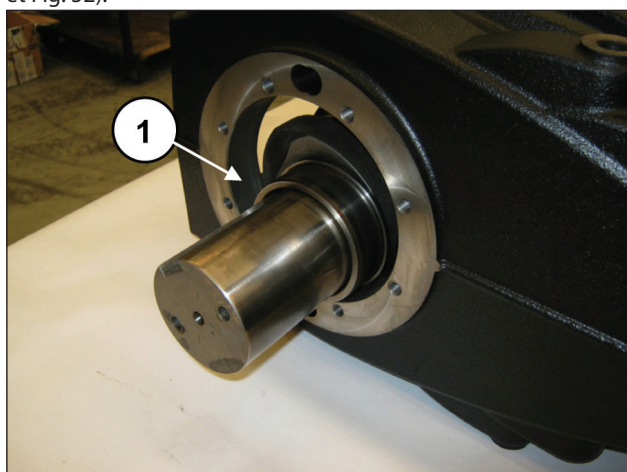
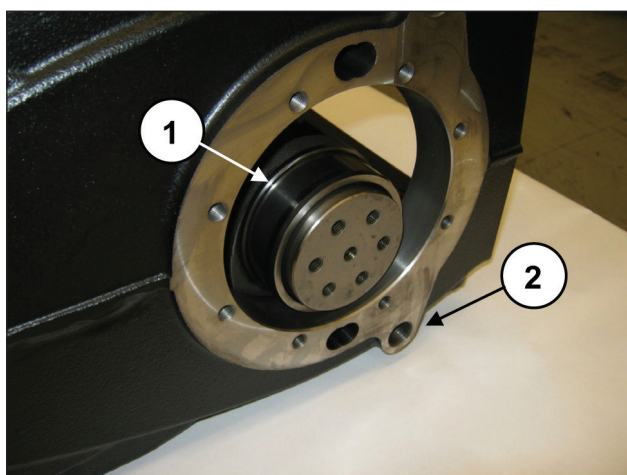

Fig. 51
Fig. 52
Monter impérativement le vilebrequin avec le côté prise de force à l'opposé des orifices G1/2" pour les bouchons d'évacuation de l'huile du carter de pompe (rep. ②, Fig. 52).
S'assurer que l'arbre est enfoncé dans le carter (rep. ①, Fig. 51 et Fig. 52).